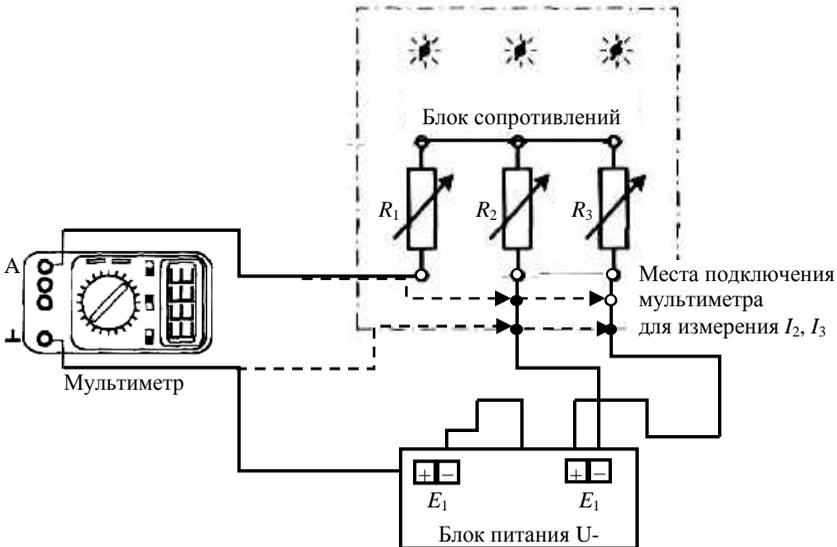

Рис. 1.2. Электрическая схема соединений для экспериментальной проверки первого закона Кирхгофа
3. Проверить экспериментально первый закон Кирхгофа. Собрать цепь согласно рис. 1.2. Измерить токи ветвей I_1 , I_2 , I_3 , внести результат измерений в первую строку табл. 1.2. Проверить справедливость формулы
4. Провести экспериментальную проверку (рис. 1.2) метода наложения, для чего: